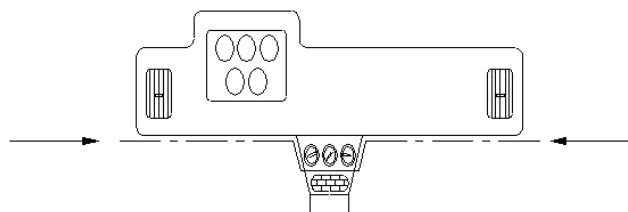

Рис.13.
11.2.7. Разрешается модификация корпуса отопителя для обеспечения подвода воздуха в обход радиатора отопителя к центральным дефлекторам на панели приборов (Рис.13).